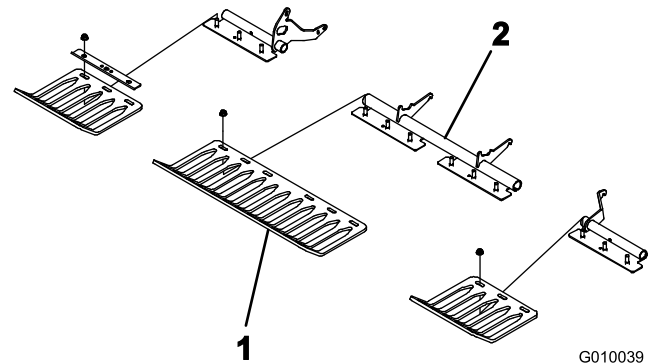

Bild 24
3. Befestigen Sie die Rasenschutzvorrichtungen mit 4 Rasenschutzklemmen und 12 Bundmuttern lose an den Halterungen der Rasenschutzvorrichtung (Bild 24). Ziehen Sie die Bolzen nicht fest.
Hinweis: Die Rasenschutzklemmen und die Bundmuttern sind bei der Lieferung an den Halterungen der Rasenschutzvorrichtung befestigt (Bild 24).